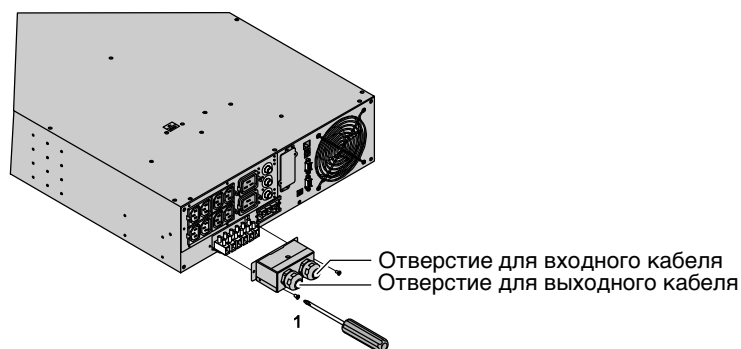

Рисунок 21. Извлечение клеммной коробки (модели EU)
- Перед выполнением каких-либо соединений, убедитесь в том, что батарейные выключатели и вышестоящее защитное устройство (вход питания от сети) находятся в состоянии OFF (ВЫКЛ.) (O).
1. Снимите крышку клеммной коробки (два винта) с помощью отвертки (см. Рисунок 21).